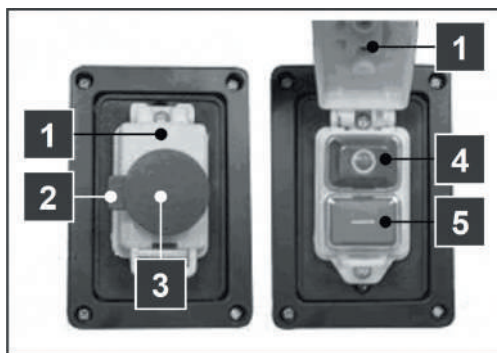

Рис. 27
- Разблокируйте крышку выключателя (1). Для этого нажмите на кнопку (2) и поднимите крышку вверх (рис. 27).
- Для включения пылесоса нажмите зелёную кнопку (5) магнитного выключателя.
- Для остановки пылесоса нажмите красную кнопку (4) магнитного выключателя (рис. 27).
- Включите пылесос для сбора стружки, нажав на кнопку включения «I» (5) (рис. 27).
- Выключите пылесос для сбора стружки, нажав на кнопку выключения «O» (4) или на кнопку аварийной остановки (3) (рис. 27).